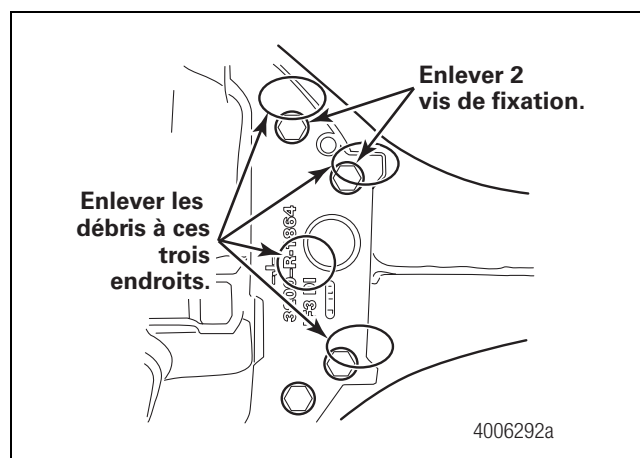

Figure 2
3. Enlever la graisse et les débris de la surface de la bride de la tête de pont de l'essieu arrière-arrière. Le guide-foret doit être posé sur une surface propre. Figure 2.
4. Enlever et conserver deux vis de fixation du différentiel au boîtier de l'essieu. Il s'agit des deux premières vis de fixation situées au dessus de la ligne de centre de l'essieu arrière-arrière du côté conducteur. Les mettre de côté en vue de les poser plus tard. Figure 2.